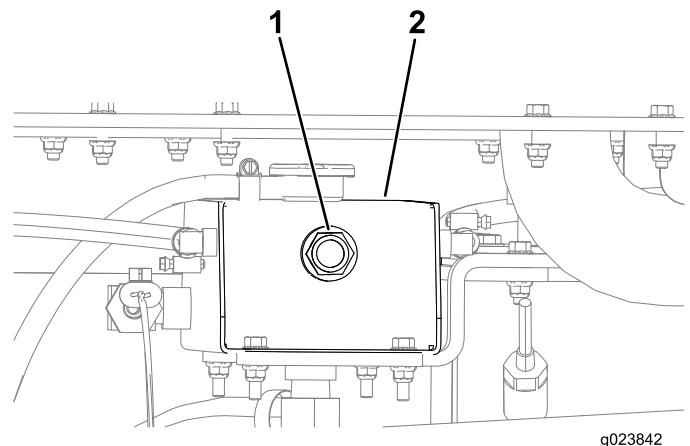

Figura 107
4. Compruebe el nivel de refrigerante observando la mirilla del extremo del depósito del radiador (Figura 107).